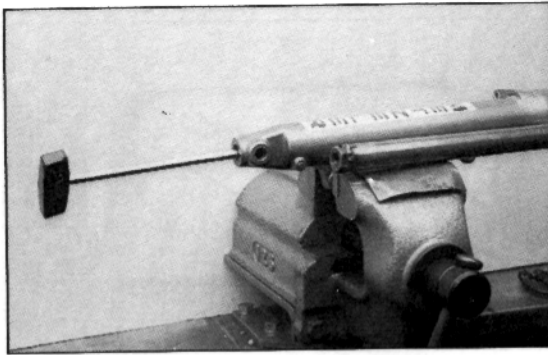

Bild 239 ►
- Untere Gabelverschluss-Schraube (Innen-sechskant SW 6) ausdrehen, siehe Bild 238, dabei Dämpferstange mit Spezialwerkzeug (Innen-sechskant SW 24) gegenhalten, siehe Bild 239.